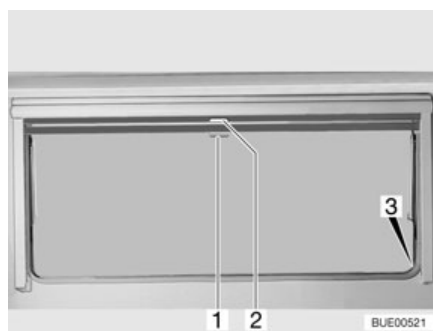

Fig. 57 Fenêtre projetante
- Tirer le store occultant vers le bas en le maintenant par la poignée (Fig. 57,2). Lorsque le store occultant est complètement fermé, l'accrocher des deux côtés du cadre de la fenêtre dans le dispositif de blocage (Fig. 57,3).
- Lorsque le store occultant est complètement fermé : Appuyer sur la poignée (Fig. 57,2) vers le bas tout en la tirant légèrement vers l'intérieur. Décrocher à droite et à gauche le store occultant du dispositif de blocage du cadre de la fenêtre.
- Si le store occultant se trouve dans une position intermédiaire : Tirer la poignée (Fig. 57,2) vers le bas jusqu'à ce que le dispositif de blocage se débloque.
- Tirer la moustiquaire par la poignée (Fig. 57,1) vers le bas et l'accrocher des deux côtés sur le cadre de la fenêtre dans le dispositif de blocage (Fig. 57,3).
- Appuyer sur la poignée (Fig. 57,1) vers le bas tout en la tirant légèrement vers l'intérieur. Décrocher à droite et à gauche la moustiquaire des dispositifs de blocage du cadre de la fenêtre.